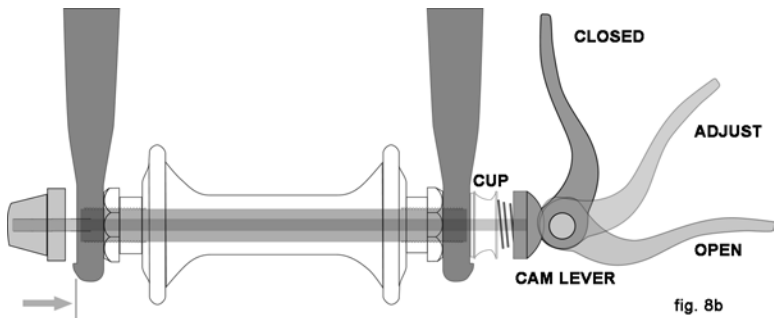

fig. 8b
Il y a présentement deux genres de mécanismes de rétention de roues à cames (over-center) : le mécanisme traditionnel à came au-dessus du centre (fig. 8a) et le système à came et coupelle (fig. 8b). Tous les deux se servent du mouvement de la came au-dessus du centre pour fixer la roue de vélo en place. Votre bicyclette pourrait avoir un mécanisme de rétention de roue avant à came et coupelle et un mécanisme à came traditionnel pour la roue arrière.
b. Réglage du mécanisme à came et coupelle (fig. 8b)
(3) Si votre fourche a un dispositif de retenue secondaire de type à pince, dégagez-le. Si votre fourche a un dispositif de retenue secondaire intégral et un système d'action à came traditionnel (fig. 8a), desserrez l'écrou de réglage de tension suffisamment pour permettre d'enlever la roue des pattes. Si votre roue avant utilise un système à came et coupelle (fig. 8b), serrez la coupelle et le levier de came ensemble tout en enlevant la roue. Aucune rotation d'une partie quelconque n'est nécessaire avec le système à came et coupelle.
(1) Si votre vélo est équipé d'une retenue de roue avant à action de came, déplacez le levier de came de sorte qu'il se courbe à l'opposé de la roue (fig. 8b). C'est la position OUVERTE. Si votre vélo est équipé d'une retenue de roue avant à boulon traversant ou boulonnée, passez à l'étape suivante.
(3) Si vous avez un mécanisme d'action à came traditionnel : en tenant le levier de came dans la position RÉGLAGE avec votre main droite, serrez l'écrou de réglage de la tension avec la main gauche jusqu'à ce qu'il soit bien serré contre la patte de fourche (fig. 8a). Si vous avez un système à came et coupelle : l'écrou et la coupelle (fig. 8b) s'enclenchent dans la zone en retrait des pattes de la fourche, et aucun réglage n'est nécessaire.
(4) Tout en poussant fermement sur la roue vers le haut des fentes dans les pattes de la fourche, et en centrant en même temps la jante de la roue dans la fourche :
(3) Sur un système de dérailleur, tirez le corps du dérailleur en arrière avec votre main droite.
(4) Avec un mécanisme d'action à came, déplacez le levier à blocage rapide en position OUVERTE (fig. 8b). Avec un mécanisme à boulon traversant ou boulonné, desserrez les attaches avec une clé appropriée, un levier de verrouillage ou un levier solidaire, puis poussez la roue assez loin pour être en mesure de retirer la chaîne du pignon arrière.
(5) Soulevez la roue arrière du sol de quelques centimètres et retirez les pattes arrière.